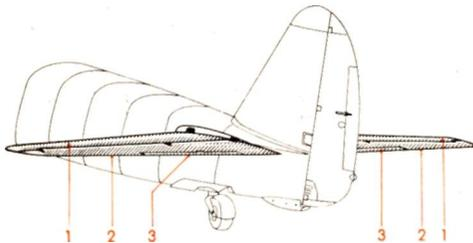

Abb. 2 Höhenleitwerk
Das Höhenleitwerk (Abb. 2) hat symmetrisches Profil und ist, bezogen auf die Rumpflängsachse, symmetrisch angeordnet. Es hat Innenausgleich und besteht aus der freitragenden, geteilten Höhenflosse (1) und den beiden Höhenruderhälften (2). Um die Lastigkeitsänderung beim Anstellen der Landeklappen auf vollen Ausschlag auszugleichen, kann die Flosse ebenfalls, aber negativ, mit verstellbar werden (siehe Hauptabschnitt 4 „Steuerwerk“, unter „Klappen- und Flossenverstellung“). Die Verstellung erfolgt durch eine mit Drucköl betätigte Einziehstrebe,
Die Höhenflosse (1) (Abb. 2) ist freitragend in zwei Hälften ausgeführt, die am Träger I und II durch acht Zweikantbolzen (2 und 5) (Abb. 3) zusammen verschraubt sind.